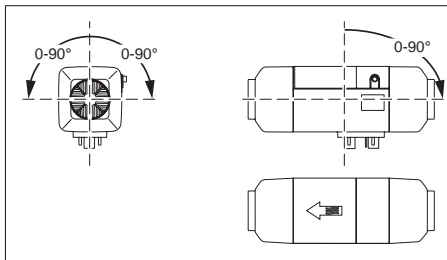

Fig. 03: Tillåtet monteringsläge diesel-värmare
- ▶ Säkerställ korrekt monteringsläge. Se Fig. 03.